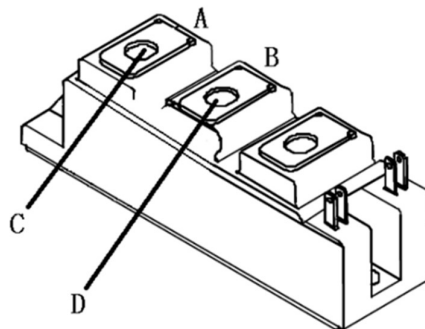

図2 IGBTのバイアス電圧測定参考図
2) バイアス電圧測定基準の決定。バイアス電圧からIGBTコレクタ・エミッタ間への電圧が若干電圧ドロップがあるため、IGBTコレクタ・エミッタ間電圧のAB2点間の電圧を直接モニターする必要がある(図2)。この測定値が真のバイアス電圧値となる。